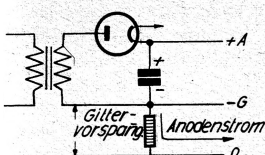

Abb. 1. Die bekannte und häufig angewandte Schaltung zur Gewinnung der Gittervorspannung.
In Abb. 1 ist die Anordnung räumlich mit schematisch eingezeichneten Schaltelementen dargestellt. Der unter die NF-Röhre (1) gesteckte Zwischenfokkel enthält je eine HF-Drossel für den Gitterkreis (5) und den Anodenkreis (4), sowie einen Kondensator (6) von ca. 500 cm, von dem aus die verstärkte Hochfrequenz über die abgeschirmte Leitung 7c dem Eingang des Geräts zugeführt wird. Die Abstimmevorrichtung, bestehend aus einem Trolitalkondensator (12) und einem Eisenkernspulensatz (8 und 9), sind in einem kleinen Gehäuse untergebracht, das durch eine abgeschirmte Leitung
Abb. 1. Eine räumliche Darstellung des Zusatzteils zur nachträglichen Umwandlung eines Empfängers in einen Reflex-Empfänger unter Anwendung eines Zwischenfokkels. (Die Schalt- und Abstimmelemente sind schematisch eingezeichnet.)
Links: Abb. 2. Die Umschaltung einer Endstufe auf Kopfhörerempfang und Sparschaltung durch Ausfokkern der Endröhre und Verbinden des Hörers mit der Sekundärwicklung des NF-Transformators. Statt der Heizung können auch die Anodenspannungen unterbrochen werden, was für Gleichstrom- und Allstromempfänger von Bedeutung ist. - Unten: Abb. 1. Schalter mit Anschluß als Zwischenfokkel zur Umschaltung eines Empfängers auf Kopfhörerempfang mit Sparbetrieb.
Normalerweise werden in einem Netzgerät die negativen Vorspannungen als Spannungsabfall gewonnen, den der Anodenstrom an einem Widerstand nach Abb. 1 hervorruft. An diesem Widerstand wird also ein Teil der vom Anodenspannungsgerät gelieferten Leistung in Wärme umgesetzt, nur um die Gittervorspannung zu gewinnen. Dieser Verlust ist meist bedeutungslos. Wohin aber kommen wir beispielsweise, wenn auf diese Weise zwei Röhren AD1 vorgepannt werden sollen, d. h. wenn den Widerstand nicht weniger als 120 mA bei 45 Volt Spannungsabfall durchfließen? Das würde die Vernichtung von 20% der vom Anodenspannungsgerät gelieferten Leistung bedeuten, was wir durch Überdimensionierung des Netzteiles und durch erhöhte Beanspruchung der Gleichrichterröhre bezahlen müssen.